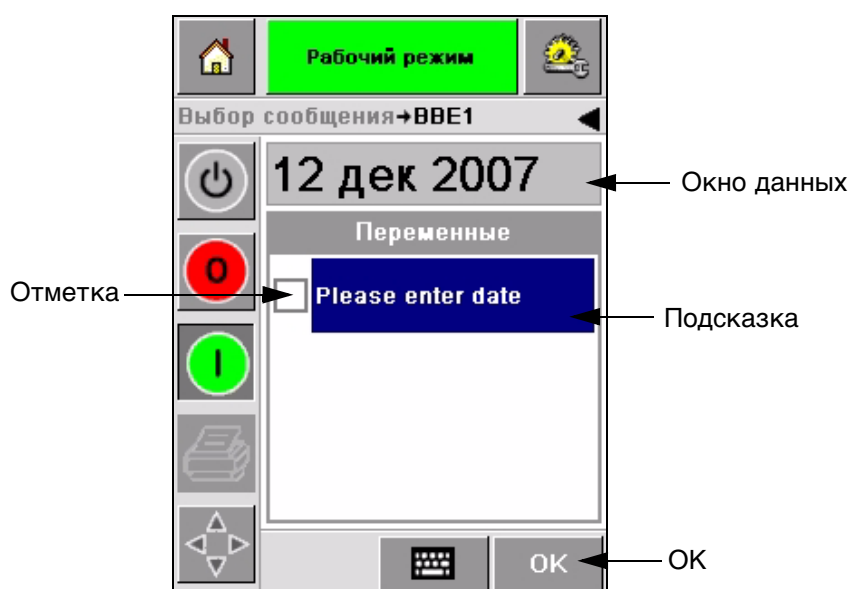

Рисунок 5-7: Изменения заданий
Отметки возле изменяемых полей показывают заполненные поля и незаполненные поля (Рисунок 5-7 на странице 5-6).
Чтобы выбрать Изменяемое задание, которое Вам нужно изменить, коснитесь соответствующей подсказки. Это изменение выделяется и в окне отображается информация по умолчанию (Рисунок 5-7 на странице 5-6).
Рисунок 5-7 показывает переменные для задания **BBE1** а изменяться может только поле ДАТА (для даты срока использования).
- 1 Если дата по умолчанию, отображаемая в окне данных (11 марта 2004 года) верна, коснитесь пиктограммы **OK** и дата будет напечатана (Рисунок 5-7).